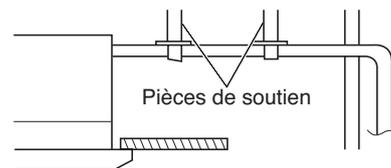

Fig. 3-11
- Ne soumettez pas la liaison des condensats à des efforts du côté de l'unité. Le tube ne doit pas pendre dans le vide, mais être accroché à l'unité en son point de raccordement. Fixez le tube à un mur, à un cadre ou à tout autre support aussi près que possible de l'unité. (Fig. 3-11)